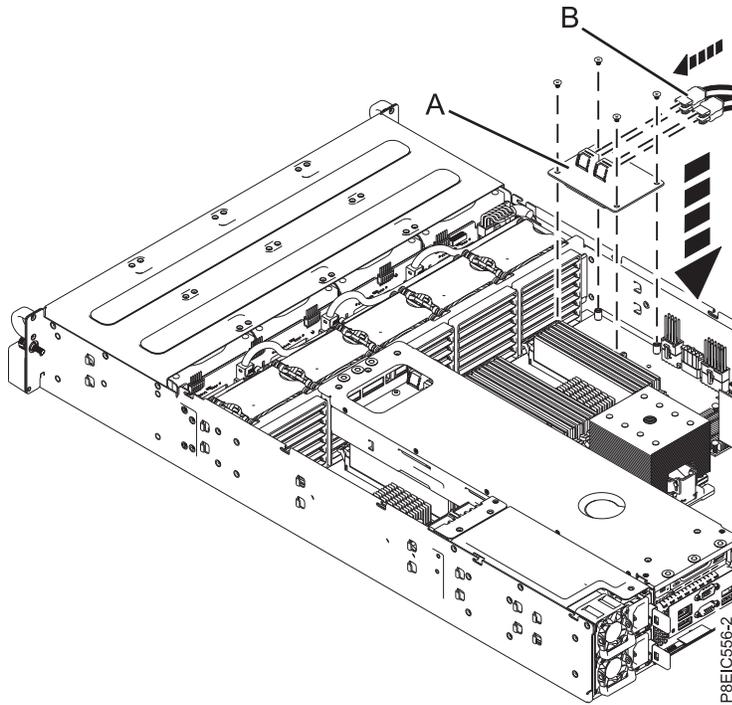

Figure 41. Remise en place de la carte mezzanine de stockage
2. Installez la carte mezzanine de stockage et serrez les quatre vis permettant de la fixer au fond de panier système, comme illustré dans la figure 41, à la page 37.